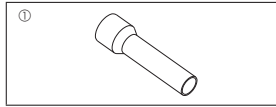

Fig. 1-1
1.5. Zubehör für die Außenanlage (Fig. 1-1) (SW160, 200)